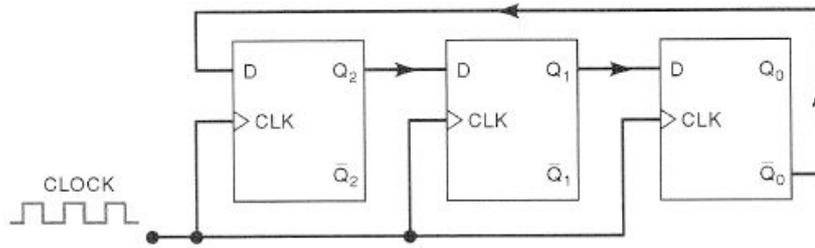

Figura 2
7) Determine o diagrama de estados para os contadores da Figura 2 e Figura 3, sabendo-se que no instante inicial os FFs foram “resetados”.